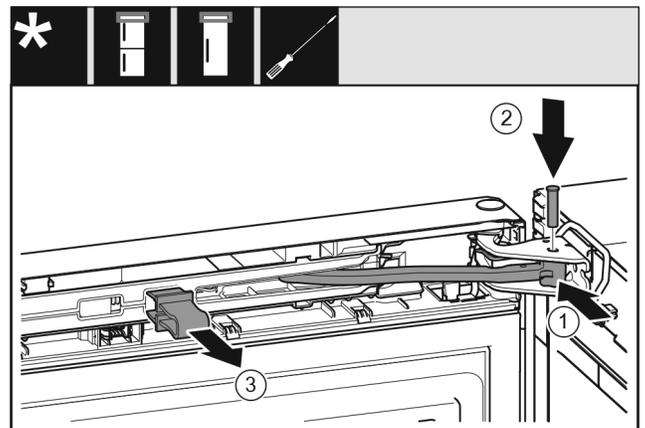

Fig. 20
- ▶ Tourner l'articulation dans le support de palier. Fig. 20 (1)
- ▶ Introduire le boulon dans le support de palier et l'articulation. Veiller à ce que l'ergot d'encliquetage repose correctement dans la rainure. *Fig. 20 (2)*
- ▶ Enlever l'arrêtoir. *Fig. 20 (3)*